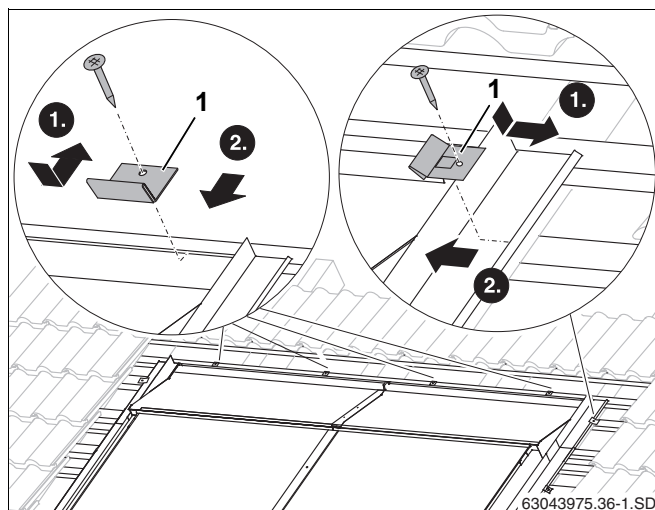

Рис. 60 Крепление накладных листов прихватами
- ▶ Уложите прихват (рис. 60, поз. 1) в кант накладного листа.